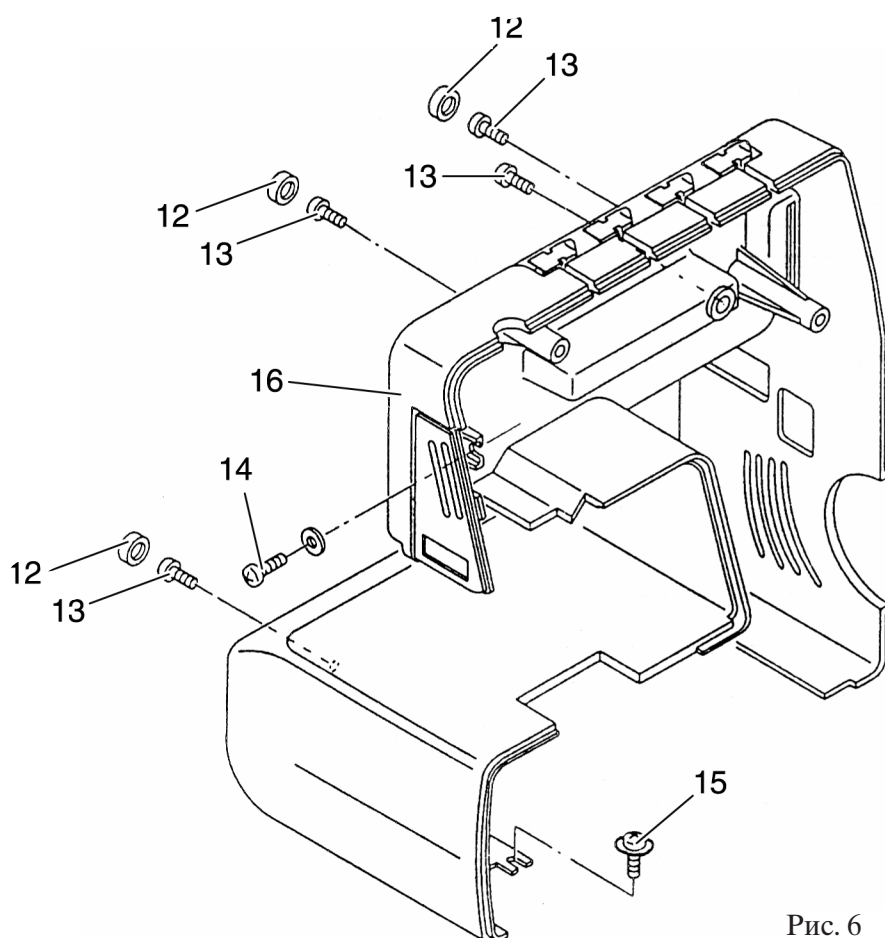

Рис. 6
- Снимите три пластмассовых колпачка 12 (рис. 6).